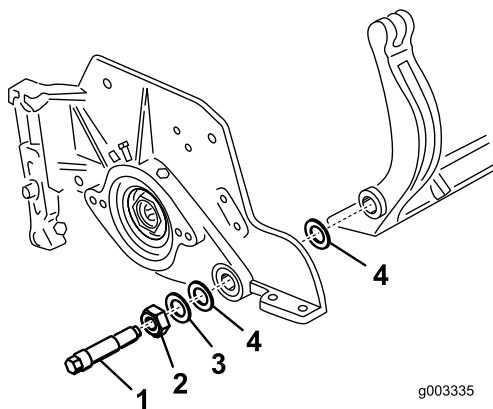

Figura 36
Guarde las 2 arandelas de nylon y la arandela de acero de cada extremo de la barra de asiento (Figura 36).
3. Coloque una arandela de nylon en cada lado del saliente de la placa lateral. Coloque una arandela de acero por fuera de cada arandela de nylon (Figura 36).